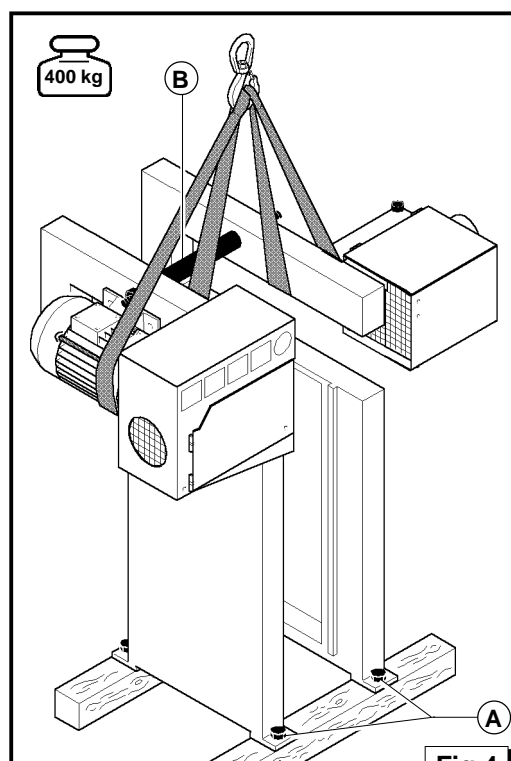
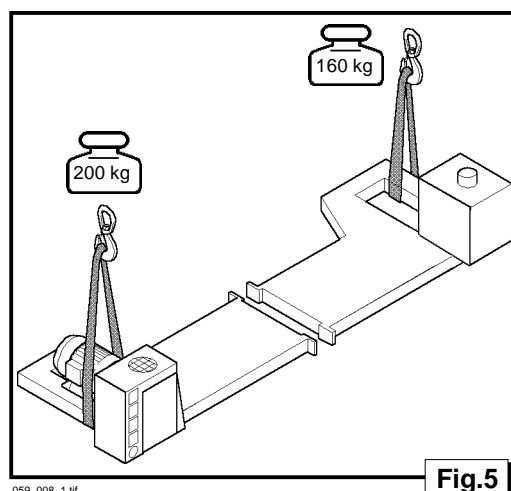

Fig.4
Fig.5
Le fiancate laterali si presentano come in fig. 4 se il trasporto avviene su piedi di legno, e come in fig. 5 se il trasporto avviene in cassa.
Side frames are as in fig. 4 if the machine is transported on wooden feet; they are as in fig. 5 if the machine is transported inside a box.
- Togliere i dadi che fissano la barra **B** (fig. 4) di collegamento fiancate.
- Unlock the nuts which fasten the bar **B** (fig. 4) for the connection of the flanks.